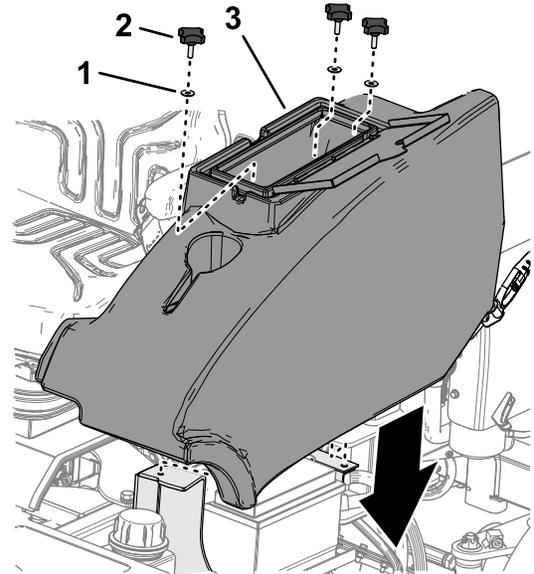

図 46
2. ノブと3個とのワッシャー3個を使って、収納コンパートメントをマシンに組み立てる(図 46)。